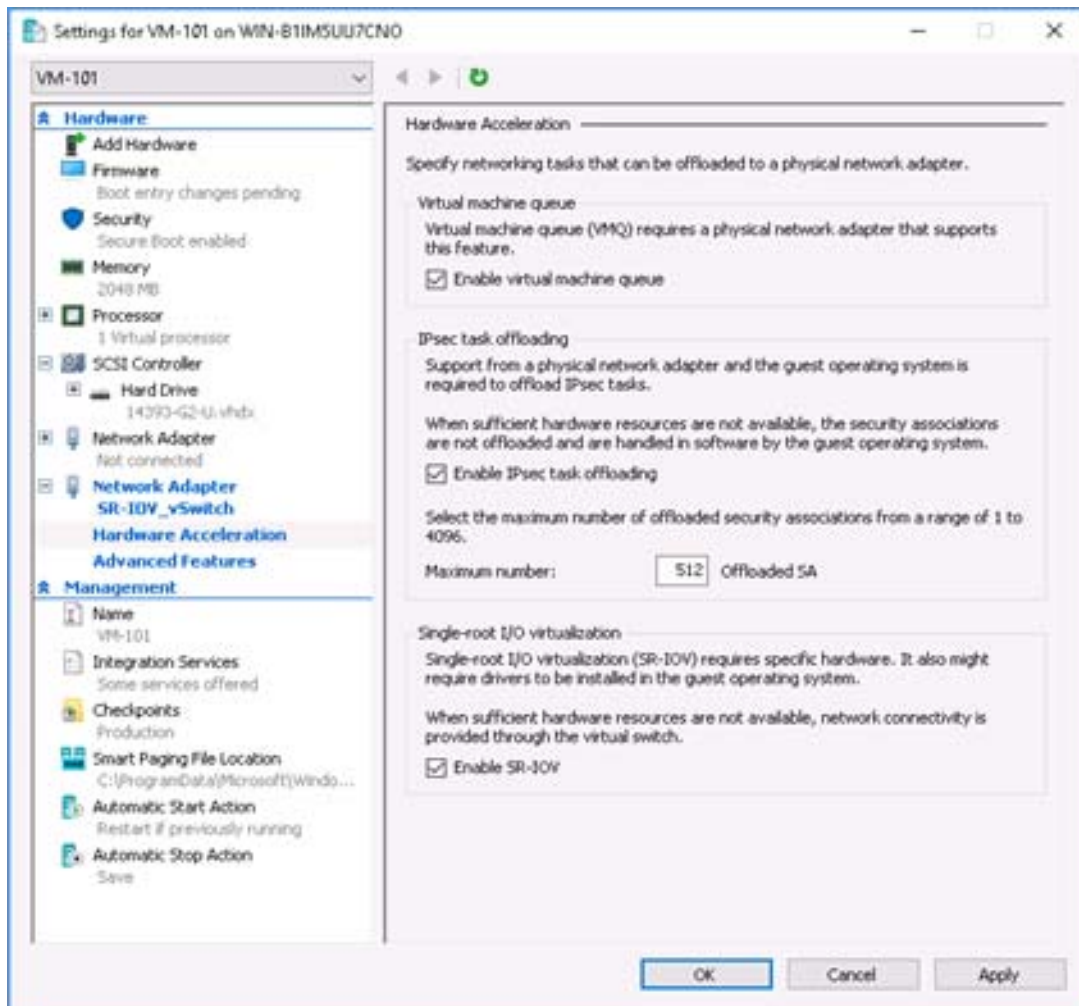

Figure 11-5. Paramètres de la VM : Activation de SR-IOV
12. Pour créer une machine virtuelle (VM) et exporter la fonction virtuelle (VF) dans la VM :
- Dans la boîte de dialogue VM <nom de VM> (Figure 11-5), page Accélération matérielle, sous **Single-root I/O virtualization**, cochez la case **Activer SR-IOV**, et cliquez ensuite sur **OK**.